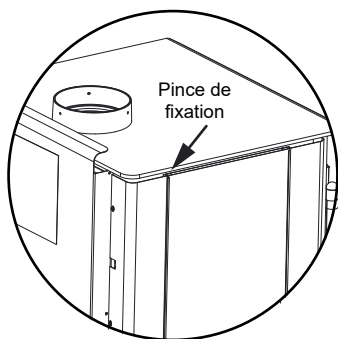

Figure 17.3
Votre appareil est expédié avec deux options de côtés, l'une est un panneau latéral complet (Figure 17.1) et un panneau latéral à tuiles (Figure 17.3). Il y en a deux chacun et il n'y a aucun côté droit ou gauche, ceux-ci pouvant donc être changés à tout moment.
3. Empilez les tuiles incombustibles dans le cadre, comme il est indiqué à la figure 17.2 en insérant la première tuile, pliez les languettes sur le côté arrière Figure 17.3, puis glissez la dernière tuile, de telle sorte qu'elle repose sur les languettes.